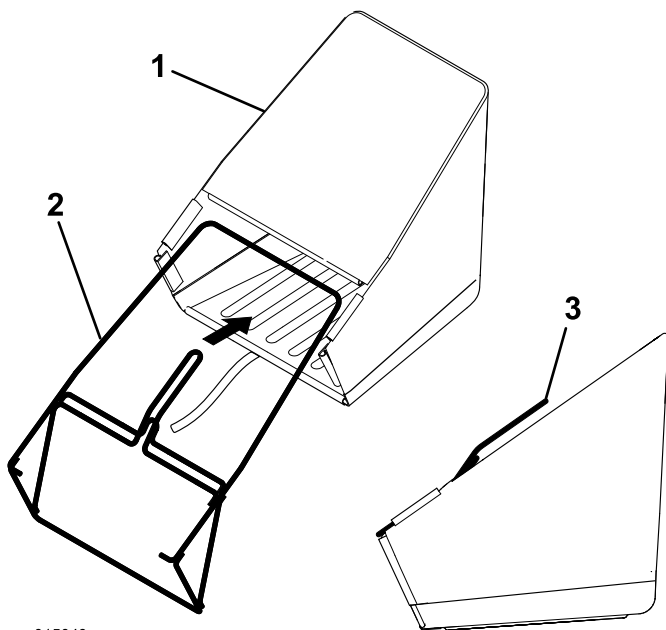

Bild 3
1. Schieben Sie den Drahtkorbrahmen auf den Fangkorb; achten Sie darauf, dass der Bügel über dem Gewebe ist (Bild 3).